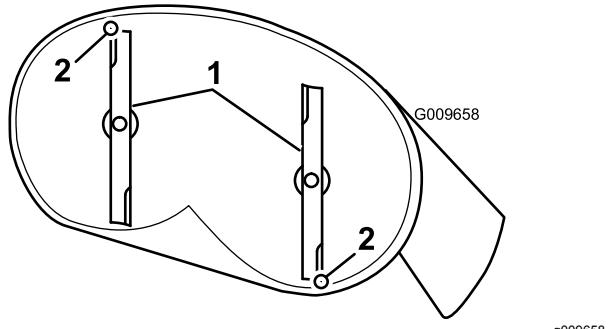
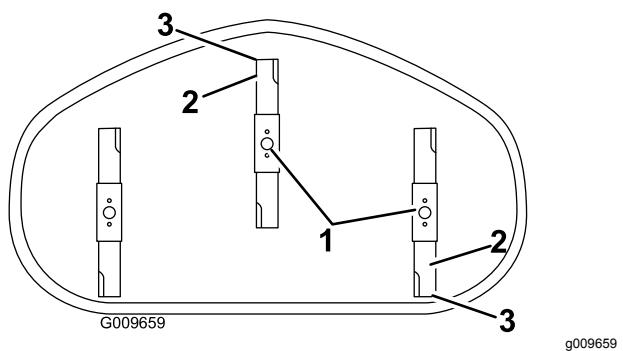

Figura 67
Figura 68
4. Gire cuidadosamente las cuchillas colocándolas en el sentido de avance de la máquina (Figura 67 y Figura 68).
5. Mida entre la punta de la cuchilla delantera y la superficie plana, y entre la punta de la cuchilla trasera y la superficie plana (Figura 67 y Figura 68).
- D. Despues de realizar el ajuste, compruebe de nuevo la inclinación longitudinal, y siga ajustando la tuerca hasta que la punta de la cuchilla delantera esté entre 1.6 y 7.9 mm (1/16" y 5/16") más baja que la punta de la cuchilla trasera (Figura 67 y Figura 68).
- Afloje la tuerca de ajuste de la varilla de ajuste izquierda (Figura 68).